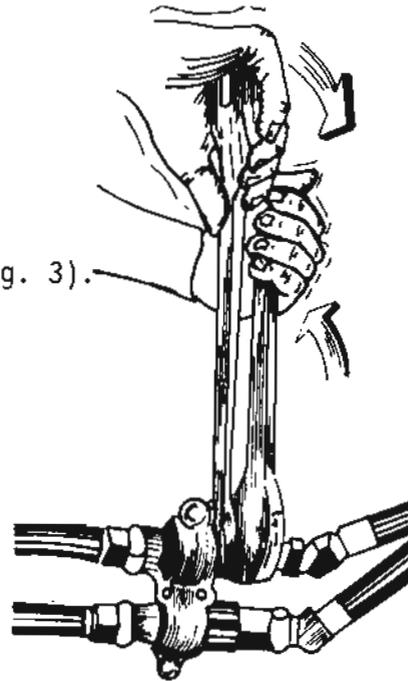

Fig. 3
- a Enrosque el racor de la manguera a la conexión de salida de aceite (fig. 3).